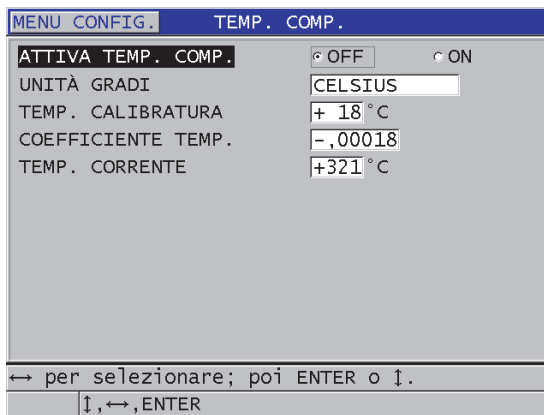

Figura 10-18 Schermata TEMP. COMP.
3. Nella schermata **TEMP. COMP.** (vedi Figura 10-18 a pagina 186):